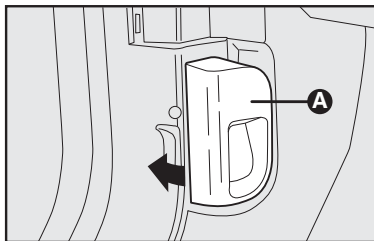

fig. 90
1) Puxar a alavanca **A-fig. 90**.